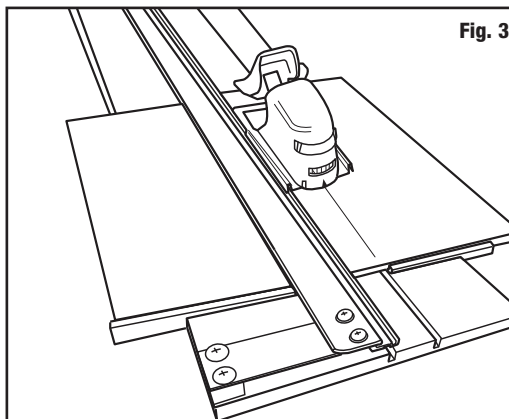

Fig. 3
2. Align V cutter over mark and cut **(Fig. 3)**.
2. En le décalant d'1 1/4" de la règle-guide ou bien en traçant le trait de découpe sur le carton mousse. Faire coïncider la flèche du cutter V avec le trait et découper **(Fig. 3)**.